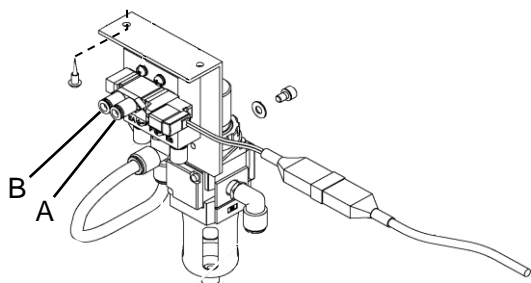

図 2
- (1) ミシンテーブル下面に図 2 のレギュレータ・電磁弁組立を付属の木ネジ (2 本) にて固定します。
- (2) ミシン本体モータカバー側面の切欠き部にエアチューブを通し、テーブル角穴からテーブル下面へ引き出します。
- (3) 上記で引き出したエアチューブを、(1) で取り付けた電磁弁と上系 2 段テンション装置に図 2, 3 で示すように A, B の記号を合わせて差し込みます。